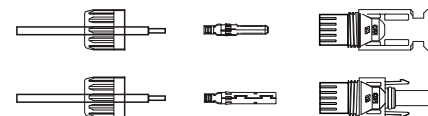

Figure 5.12 Démontez l'écrou borgne du connecteur
1. Dénudez le fil CC sur environ 7 mm et démontez l'écrou borgne du connecteur (voir la figure 5.12)